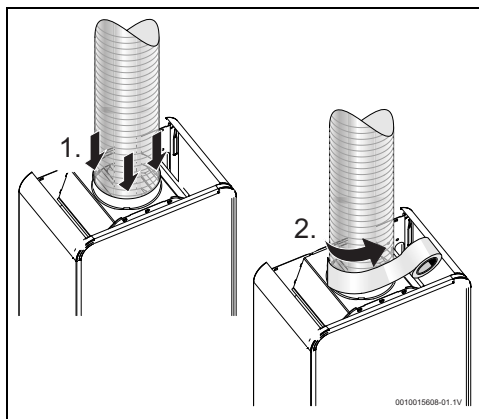

Fig. 11
- être insérée à l'intérieur de la bague de la cheminée (→ dimension de la bague dans le Tabl. 4), sans espace libre, et reposer sur les raccords. En présence d'un espace libre, le raccordement doit être étanchéifié à l'aide du matériau adapté (Fig. 11),